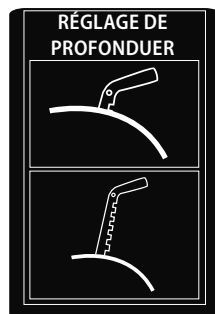
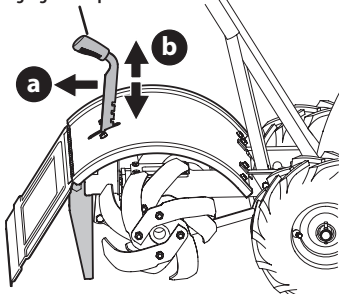

Figure 14
Figure 15
3. Déplacez le levier de réglage de la profondeur complètement vers le bas à la position de transport pour que les dents ne touchent pas le sol. Pour changer le réglage de la hauteur, tirez sur le levier de réglage de la hauteur (a) et vers le haut ou vers le bas (b), ensuite relâchez le levier à la position voulue. Voir la Figure 14 et Figure 15 à la page 43.